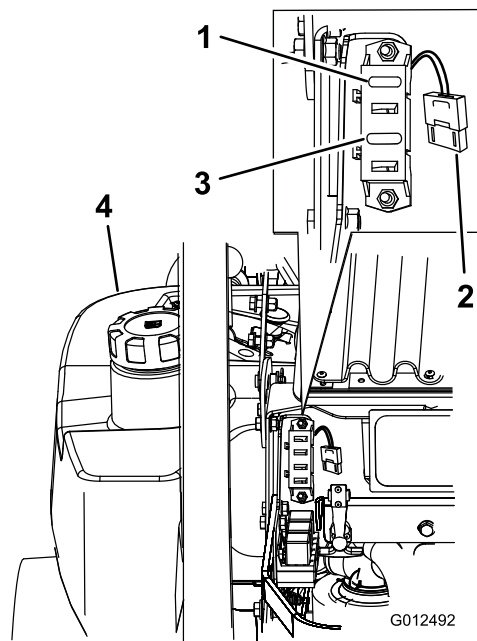

Figura 70
1. Destranque e levante o capot do motor para ter acesso ao porta-fusíveis (Figura 70).
3. Instale um novo fusível (Figura 70).